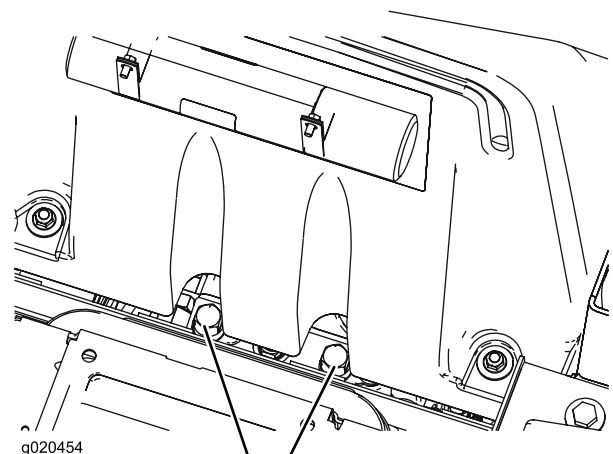

Figure 30
1. Soulevez le siège et localisez les vannes de dérivation qui sont situées sous l'avant du réservoir de carburant (Figure 30).